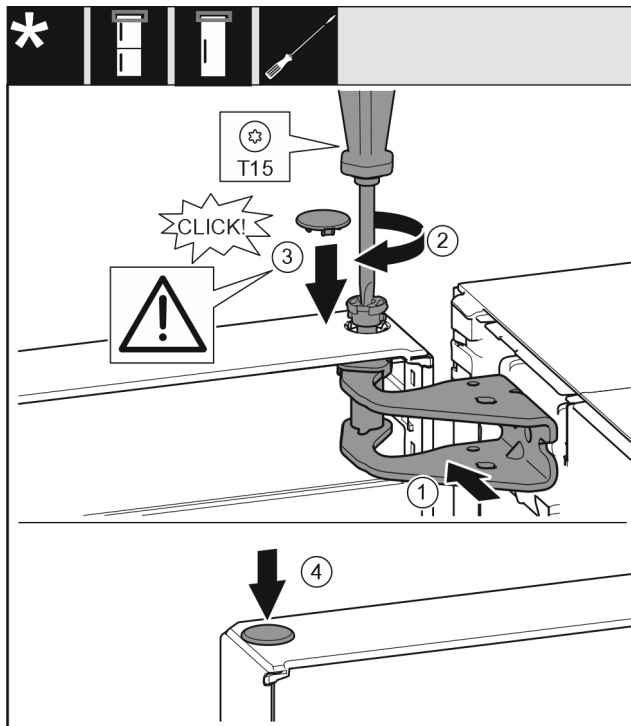

Fig. 24
- ▶ Выровняйте дверь вверху по отверстию в опорном кронштейне Fig. 24 (1).
- ▶ Вставьте палец Fig. 24 (2) и затяните отверткой.
- ▶ Установите крышку Fig. 24 (3).
- ▶ Проследите за тем, чтобы крышка Fig. 24 (3) прилегалa к дверям.
- ▶ Установите крышку Fig. 24 (4).